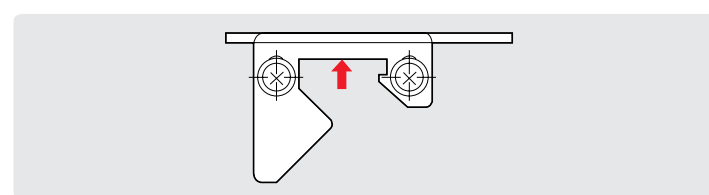

рис. 10
- Дверь не блокируется после закрывания. Это происходит, если расстояние между панелью двери и монтажным основанием очень велико. Ослабьте регулировочный винт блокировочной пластинки и сдвиньте ее в направлении, указанном стрелкой на рис. 10.